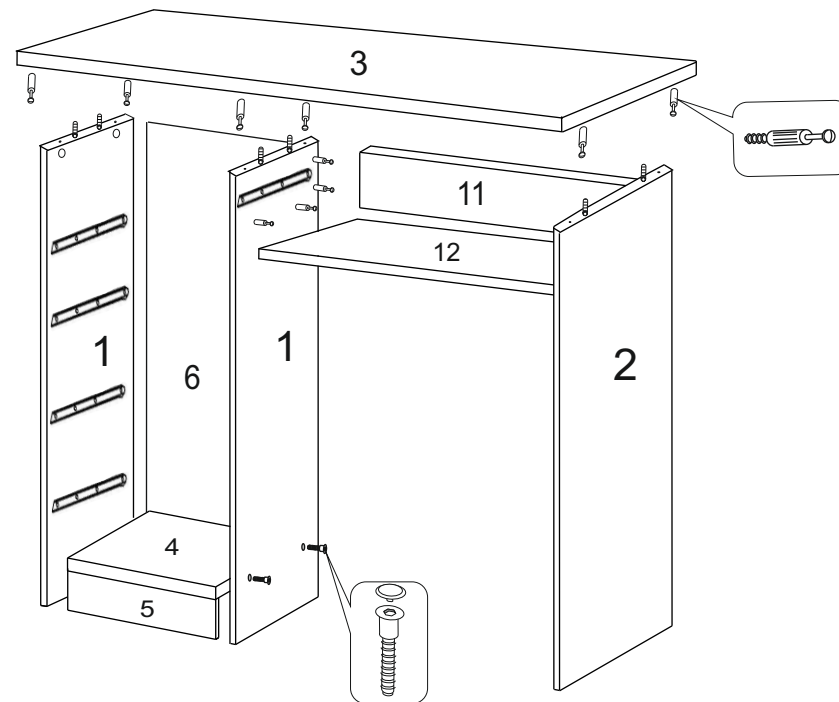

Рис.2 Сборка стола
1. Между левой и средней боковинами (дет. 1) закрепите дно тумбы (дет. 4) с помощью конфирматов (Ф-7) (рис. 2).
2. Между полученной конструкцией и правой боковиной (дет. 2) установите заднюю стенку и дно центральной ниши (дет. 11, 12), вставив винты (Ф-1) в отверстия с эксцентриками (Ф-2) и повернув эксцентрик по часовой стрелке до упора с помощью шестигранного ключа (Ф-3) (рис. 2).
3. Установите крышку (дет. 3) на ранее собранную конструкцию, вставив винты (Ф-1) в отверстия с эксцентриками (Ф-2) и повернув эксцентрик по часовой стрелке до упора с помощью шестигранного ключа (Ф-3) (рис. 2).
4. С помощью рулетки проверьте равенство диагоналей тумбы стола. Затем с помощью гвоздей (Ф-10) закрепите заднюю стенку тумбы (дет. 6) (рис. 2).